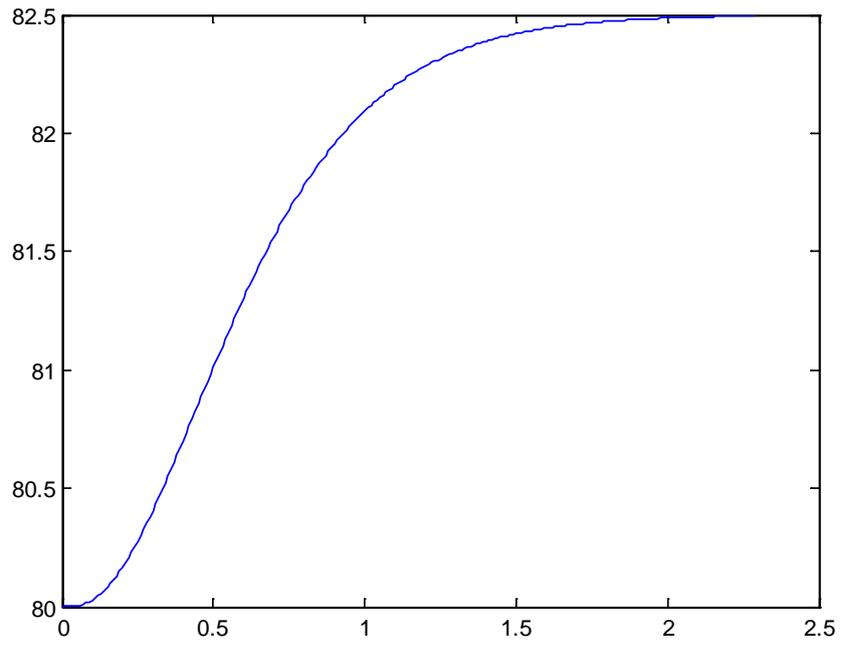

Figura 2. Temperatura del líquido en el experimento 1. Tiempo en minutos
- Partiendo de una situación de equilibrio en la que la apertura de la válvula era del 40%, la temperatura del líquido tras el cambiador de 80°C y el caudal de líquido de 10 l/min, se ha abierto bruscamente la válvula hasta el 42%, obteniéndose una respuesta en temperatura como la representada en la figura 2.